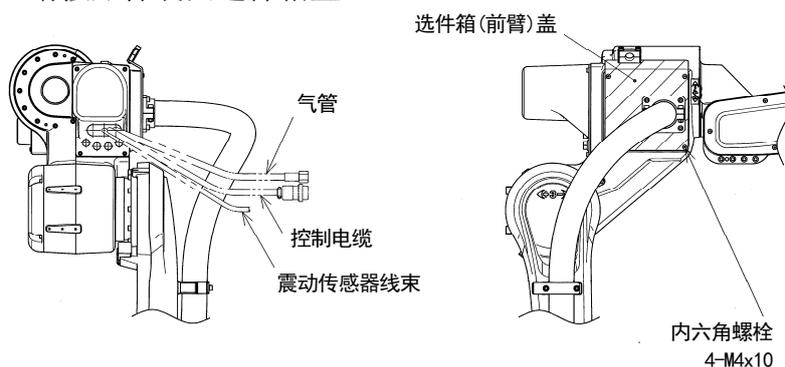

图 1.4 选件箱(前臂)外观
1. 参考图 1.4, 拆卸 4 根内六角螺栓 (M4×10), 并打开前臂的选件箱 (上臂) 盖。